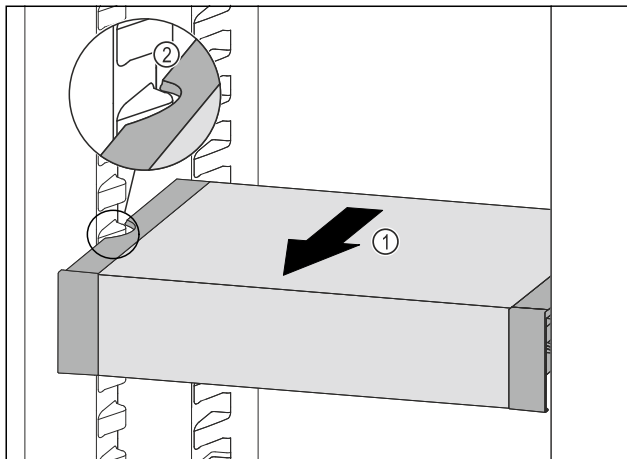

Fig. 187
- Tirare VarioSafe in avanti Fig. 187 (1) fino a quando le cavità laterali di VarioSafe non si trovano al livello della nervatura del contenitore nel vano frigorifero. Fig. 187 (2)